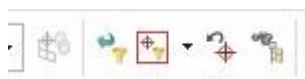

рис.41
В панели выбора пиктограммы этих команд выглядят как на рис.41.
- Чтобы отменить выделение примитивов (желтый цвет) на рис.41 кликните по пиктограмме «Отменить всё». А чтобы отменить все, ранее назначенные фильтры, кликните по пиктограмме «Восстановить фильтры».